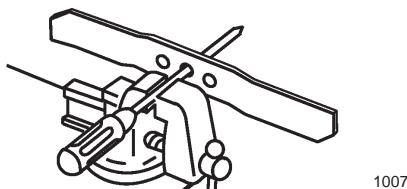

Bild 32
1. Kontrollieren Sie die Wucht des Messers, indem Sie das mittlere Loch im Messer über einen Nagel oder einen Schraubenzieherschaft hängen, den Sie horizontal in einen Schraubstock einklemmen (Bild 32).